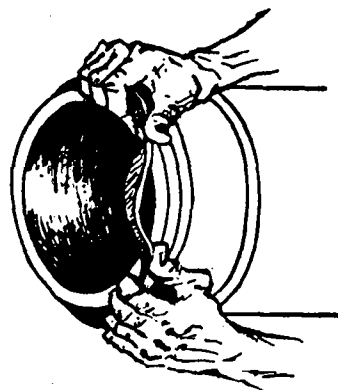

FIG. 9
11.º Passo — Coloque o anel de borracha na ponta do tubo (fig. 9).